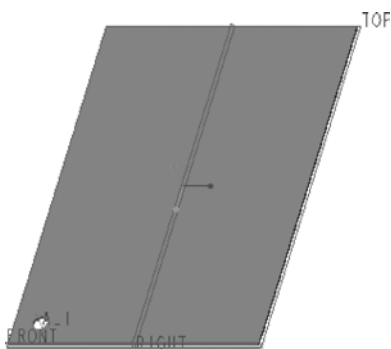

图 5-16 创建的一个通孔
(4) 在“拉伸”选项卡中单击左侧部位的 (将拉伸的深度方向更改为草绘的另一侧) 按钮, 确保能正确实现切除钣金件上的材料。
(5) 单击“拉伸”选项卡的 (完成) 按钮, 创建的一个通孔, 如图 5-16 所示。